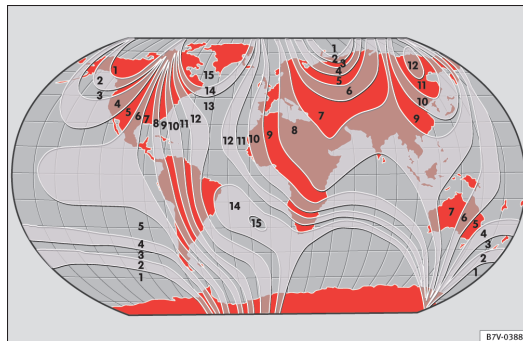

Fig. 36 Kompaszoner
- Vælg kompaszone i henhold til bilens aktuelle position ⇒ Fig. 36.